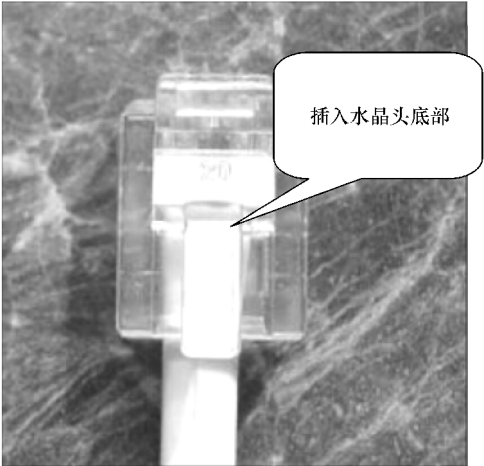

图 4-65 插入底部
5) 把剪好的线芯对准 RJ-11 水晶头的插孔插入 RJ-11 水晶头，在插入的时候注意 RJ-11 水晶头的方向，不要将水晶头拿反，而且一定要将线芯插入水晶头底部，如图 4-65 所示。